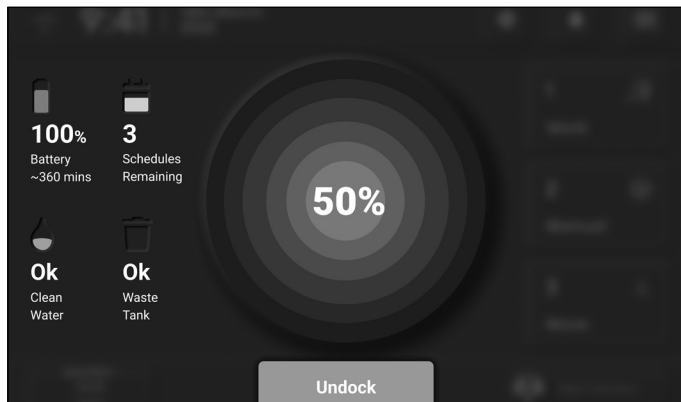

Abbildung 65
4. Wenn das Gerät mit dem Laden beginnen kann, wird auf dem Touchscreen der Ladezustand des Akkus angezeigt (**Abb. 65**).
6. Wenn das Gerät mit dem Laden beginnen kann, wird auf dem Touchscreen der Ladezustand des Akkus angezeigt (**Abb. 65**).
1. Um die Maschine von der Station abzukoppeln, wählen Sie die blaue Taste „Abkoppeln“ (**Abb. 65**).